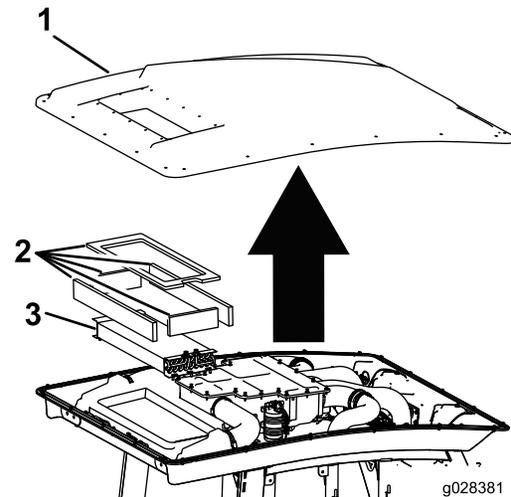

Bild 115
3. Nehmen Sie die 22 Schrauben ab, mit denen das Dach befestigt ist, um das Kabinendach von der Kabine abzunehmen (Bild 115).
4. Entfernen Sie die Luftfilter (Bild 115).
5. Entfernen und reinigen Sie die Klimaanlagenschlangen (Bild 115).